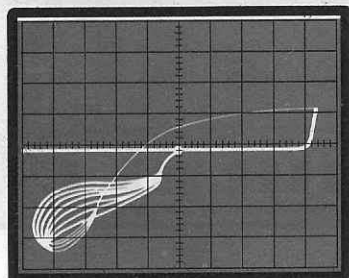

Fig.6 Nel caso risultassero invertiti i due terminali Collettore - Emittore, sullo schermo apparirà una traccia ben diversa dalle due viste in precedenza.
- c) Se appare un disegno come visibile in fig.6, non c'è alcun dubbio, i terminali invertiti sono COLLETTORE - EMETTITORE.